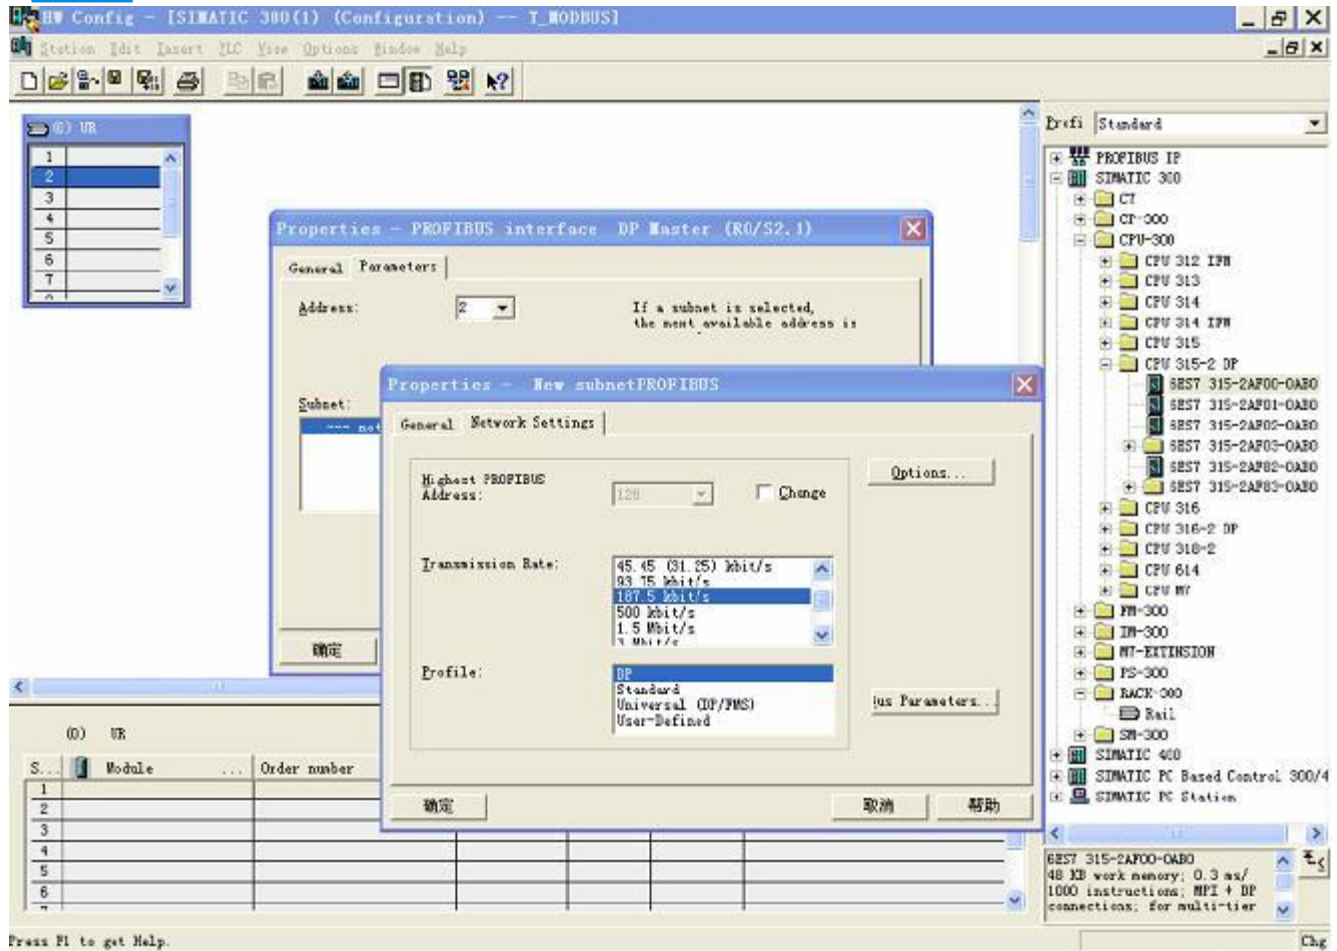

图 10
3. 创建 PROFIBUS DP 网络，设置 PROFIBUS DP: New->Network settings, 选择 DP, 选择一个波特率如 187.5Kbps, 然后 “OK”, 双击它; 如图 10: